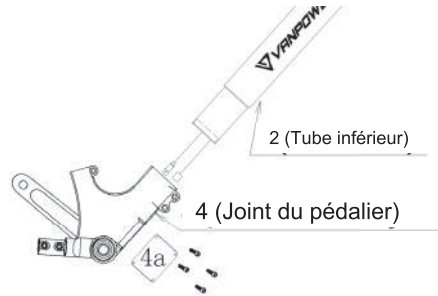

Figure 8-1.
b. Tournez la pièce 4, comme illustré à la Figure 8-1. Insérez la pièce 2 dans la pièce 4 tout en enfilant les câbles de la pièce 2 à travers et hors du trou rectangulaire de la pièce 4, comme le montre la Figure 8-2.